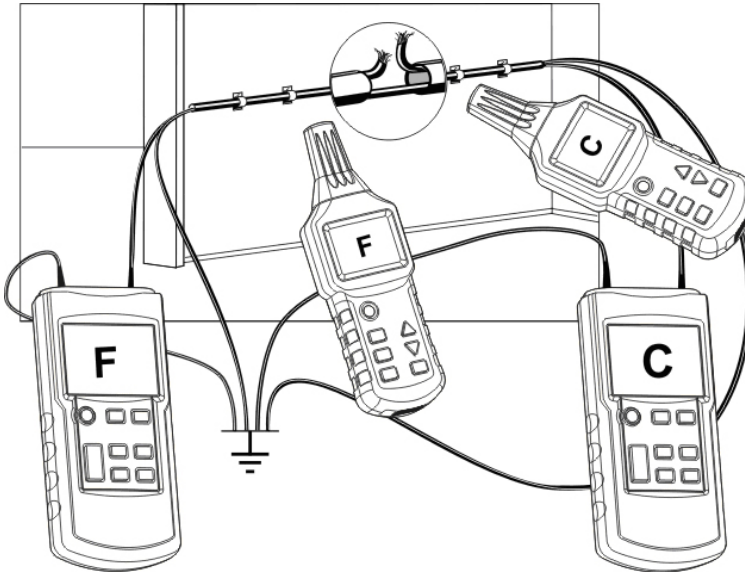

Abb.12
- Alle nicht betroffenen Leitungen müssen mit der Erde verbunden sein (gem. Abb. 12).
- Schließen Sie die beiden Sender gemäß Abb. 12 an.
Wenn die Sender gemäß Abb. 12 angeschlossen sind, zeigt der Empfänger links von der Leitungsunterbrechung „C“ an. Wenn der Empfänger über die Leitungsunterbrechung hinaus weiter nach rechts wandert, zeigt er „F“ an. Wenn der Empfänger direkt über der Unterbrechung steht, wird kein Leitungscode angezeigt (die beiden Sendersignale überlagern sich).